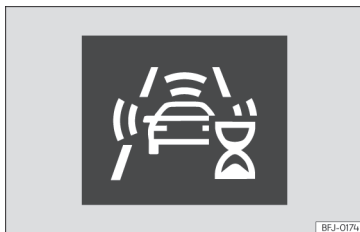

Fig. 179 Sur l'écran du combiné d'instruments : indication de l'auto-calibrage initial du système.
- Dans les premiers instants après avoir mis le contact et pris la route, à cause du calibrage automatique du système. Pendant cette période, une icône d'état s'affiche » fig. 179.